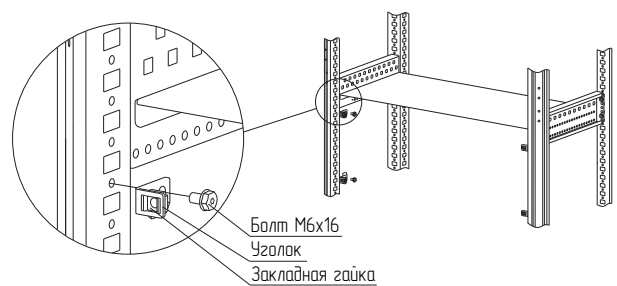

Рисунок 46
4.25.2 В уголки установите закладные гайки и закрепите на стойки каркаса в места, соответствующие высоте и отверстиям фальш-панели внешней (рисунок 46) болтами М6×16, момент затяжки – 7 Н·м.